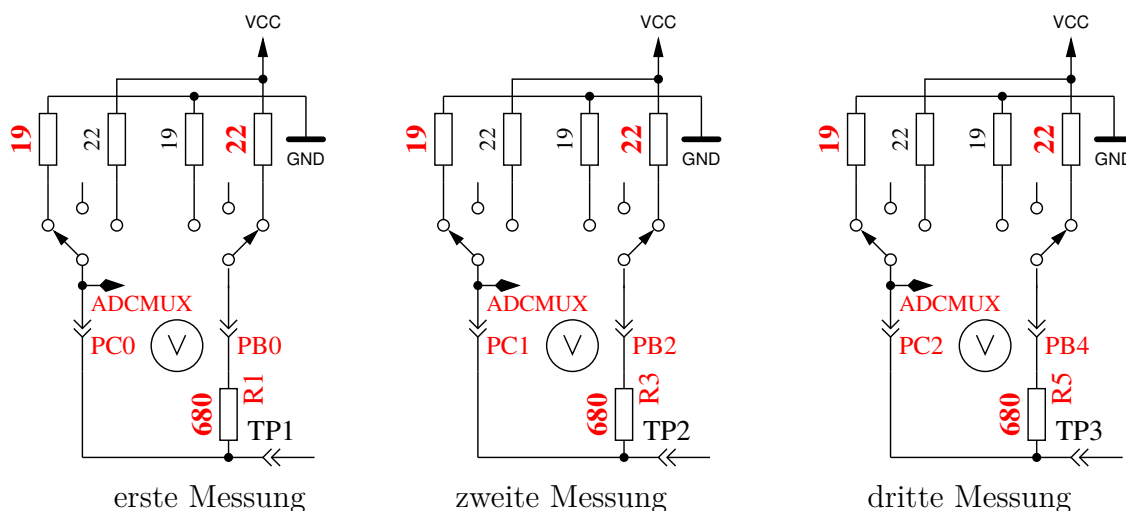

Abbildung 2.2. Messung des Innenwiderstandes von auf GND geschalteten Port-C-Ausgängen.
5. Dieser Schritt testet die **Fähigkeit von mit GND (-) verbundenen 470kΩ-Widerständen (H) die Testpins auf GND zu ziehen.** Zeile 1 zeigt den Text „RH-“. Zeile 2 sollte für alle drei Pinne Null mV anzeigen.
6. Dieser Schritt testet die **Fähigkeit von mit VCC (+) verbundenen 470kΩ-Widerständen (H) die Testpins auf VCC zu ziehen.** Zeile 1 zeigt den Text „RH+“. Der bestmögliche mV Wert für die drei Messungen wäre 0 in Zeile 2, da die Differenz zu VCC dargestellt wird. Große Abweichungen vom Idealwert für Schritt 5 und 6 sind Fehler wie Isolation-Problem, Flussmittelreste oder beschädigter Port.
8. **Messung des Innenwiderstandes eines auf GND geschalteten Ausganges.** Die internen Port-C-Widerstände von auf GND (-) geschalteten Ausgängen werden mit dem Strom der nach VCC (+) geschalteten 680Ω Widerstände gemessen, siehe Abbildung 2.2. Es werden nur die drei Pins des ADC-Ports vermessen, die Widerstands-Ports PB0, PB2 und PB4 können